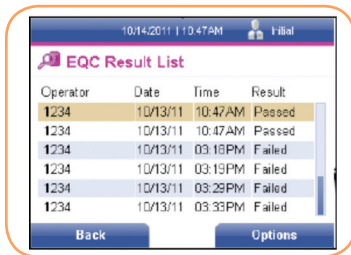

FIGURA 86
6. Pulse la tecla programable derecha para seleccionar las fechas introducidas. Se muestra la pantalla Lista de resultados CCE (EQC) (Figura 86).